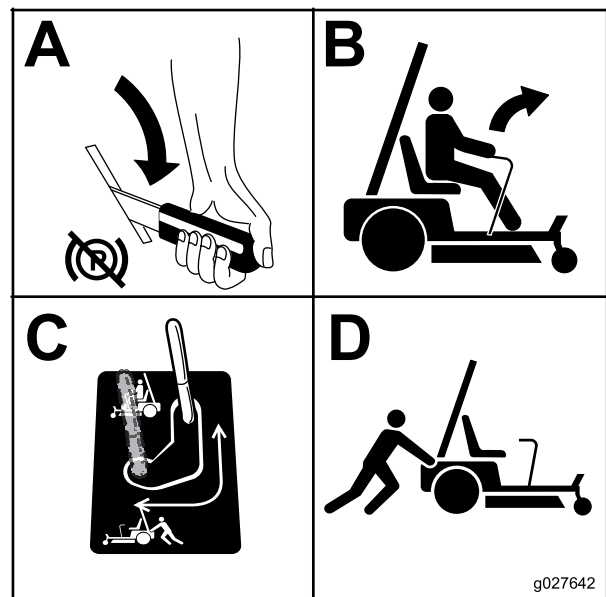

Figura 28
3. Repita isto em cada lado da máquina Figura 28.
Mova a derivação para a posição de funcionamento da máquina (Figura 28) para engatar os motores das rodas.